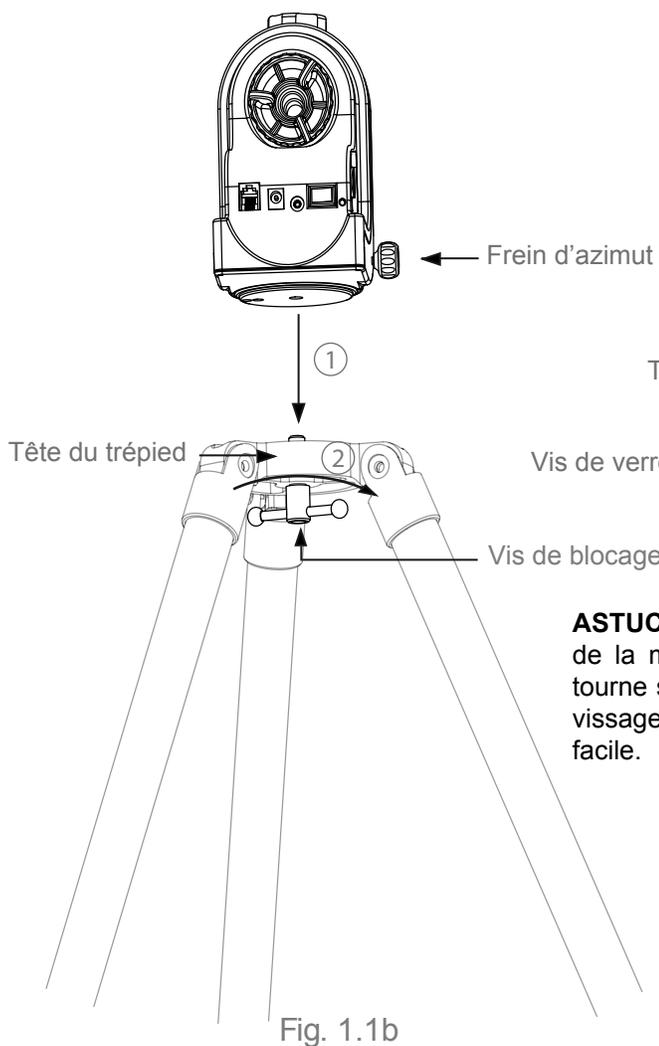

Fig. 1.1b
3. Si vous possédez un tube optique court, qui ne risque pas d'entrer en contact du trépied lorsque vous pointerez le zénith, la monture peut être installée directement sur le trépied. Utilisez la grosse vis en tête de trépied que vous insérerez dans le trou fileté au pas du Congrès (3/8") de la monture. (Fig. 1.1b)